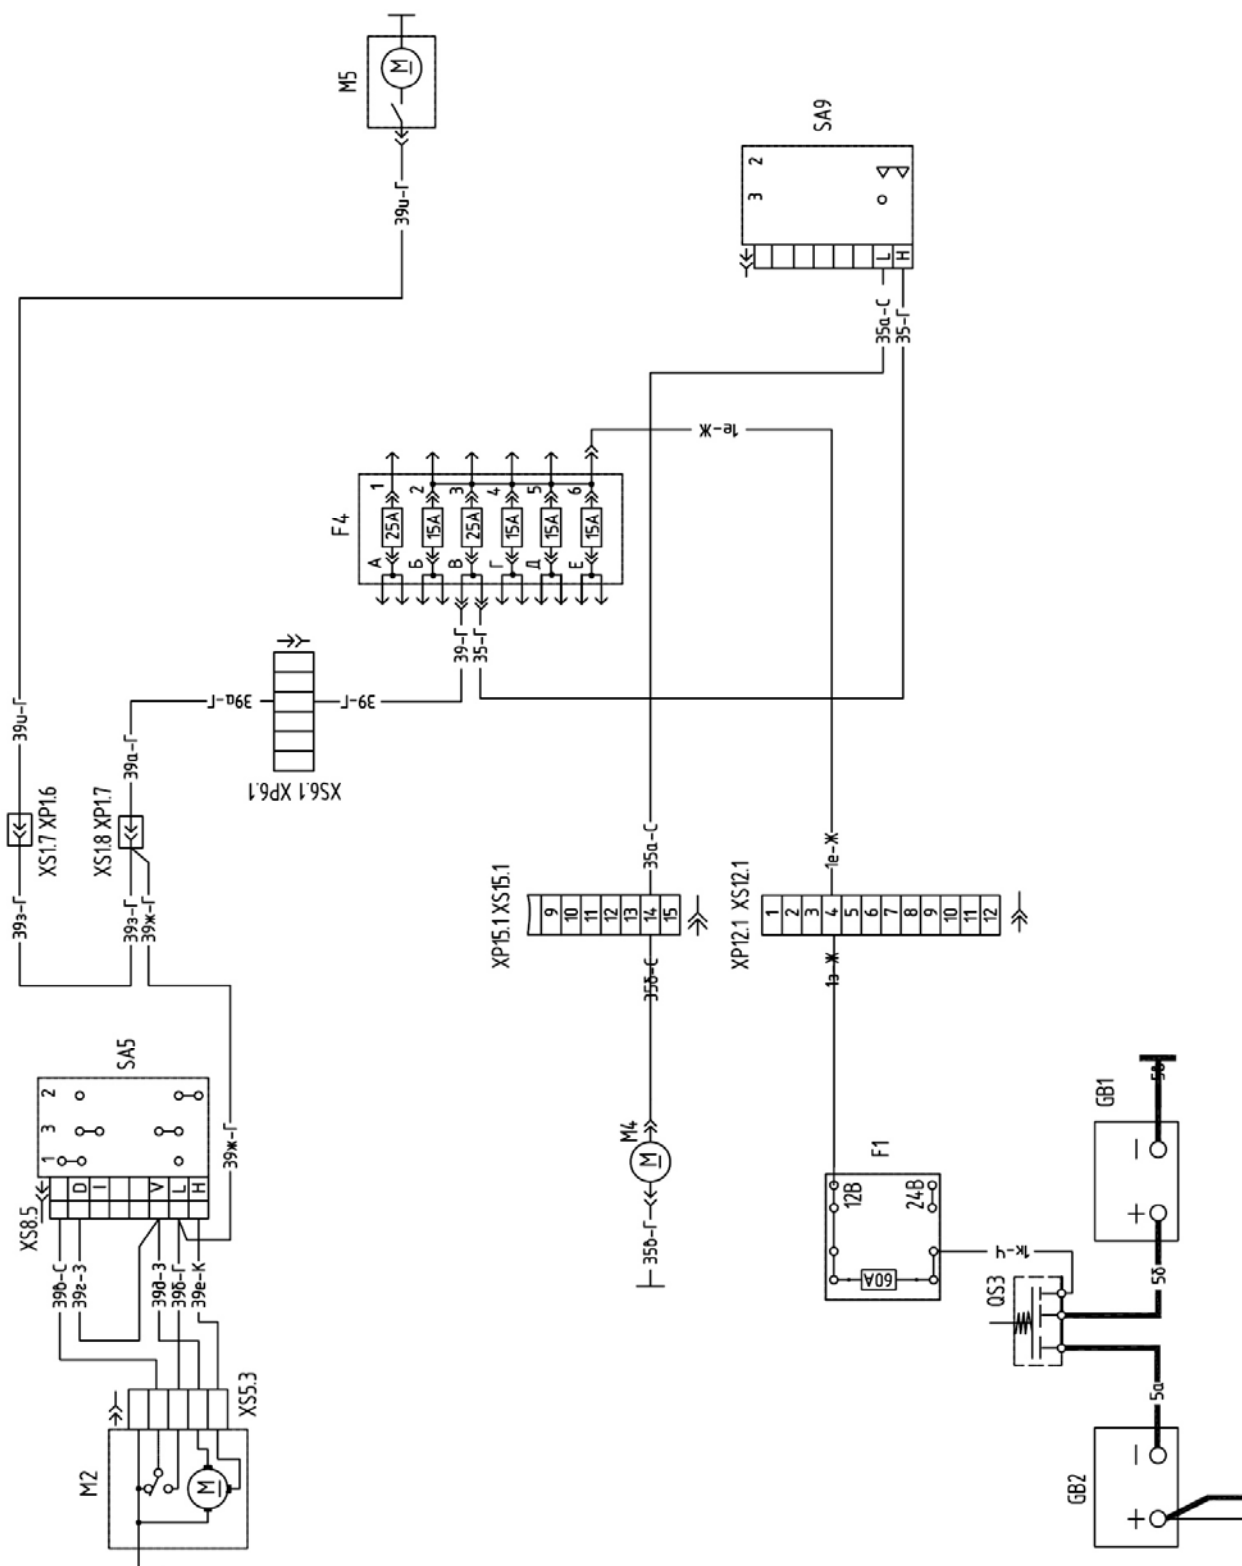

Рис. 12-9 Схема включения стеклоочистителей и омывателя
12.9. Возможные неисправности стеклоочистителей и омывателя, их устранение (рис. 12-9)